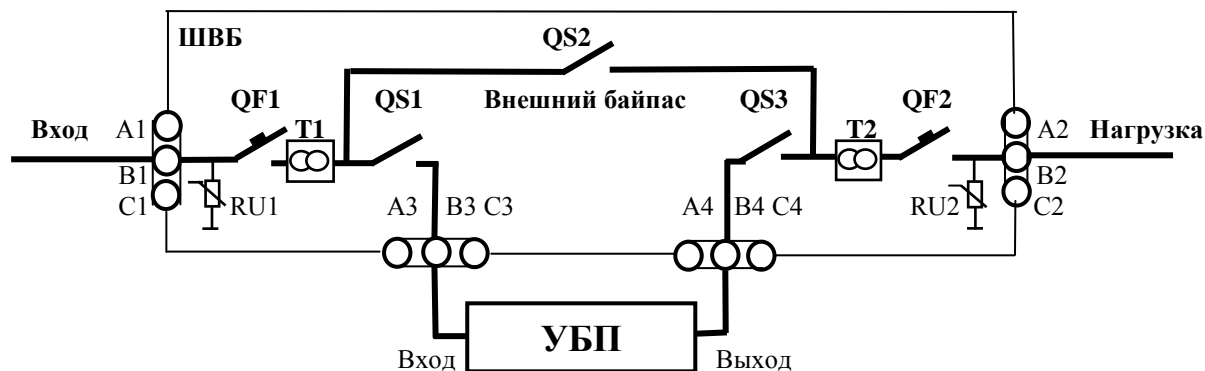

Рис. 2. Мнемосхема ШВБ
7.2.2. Положение органов управления и состояние индикаторов мнемосхем на шкафах УБП в данном режиме работы представлены в таблице 1 (мнемосхема на двери шкафа ШВБ представлена на рис. 2).
7.3.2. Нагрузка УБП без прерывания питания переключится на питание по цепи внешнего байпаса ШВБ, а шкаф УБП полностью отключается от внешней сети (светодиодные индикаторы 1÷6 на мнемосхеме шкафа УБП (рис. 2) погашены.
Светодиодные индикаторы A1, B1, C1 и A2, B2, C2 на мнемосхеме ШВБ (рис. 2) светятся желтым светом, а светодиодные индикаторы A3, B3, C3 и A4, B4, C4 – погашены.